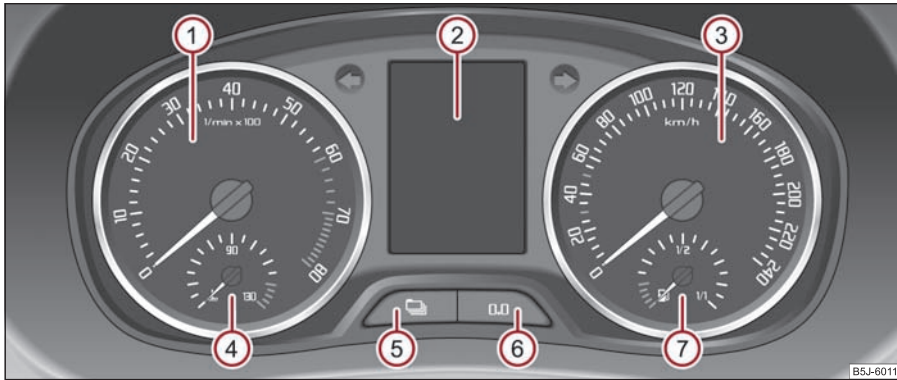

Abb. 15 Kombi-Instrument
Der rote Bereich der Drehzahlmesserskala ① ⇒ Abb. 15 kennzeichnet den Bereich, in dem das Motorsteuergerät beginnt, die Motordrehzahl zu begrenzen. Das Motorsteuergerät begrenzt die Motordrehzahl auf einen sicheren Grenzwert. ►
Die Kühlmitteltemperaturanzeige (4) ⇒ Seite 17, Abb. 15 arbeitet nur bei eingeschalteter Zündung.
Die Kraftstoffvorratsanzeige (7) ⇒ Seite 17, Abb. 15 arbeitet nur bei eingeschalteter Zündung.
Halten Sie den Rückstellknopf  ⇒ Seite 17, Abb. 15 ca. 1 Sekunde gedrückt, wird der Tageszähler auf Null zurückgestellt.